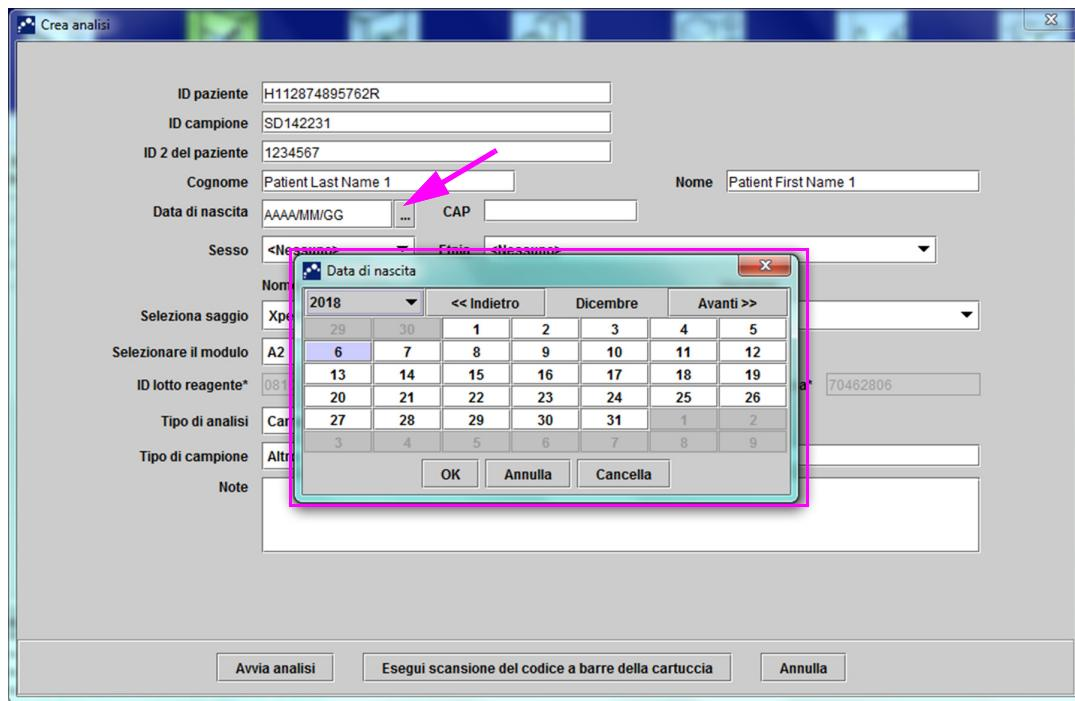

Figura 5-24. Finestra di dialogo Crea analisi con il campo Data di nascita e il calendario
- Data di nascita**—Fare clic sul menu a discesa nella casella **Data di nascita** per visualizzare il calendario. Utilizzando i pulsanti **<<Indietro** e **Avanti>>**, scorrere il calendario per visualizzare l'anno e il mese corrispondenti. Selezionare la data di nascita del paziente e fare clic su **OK** (vedere la Figura 5-24).